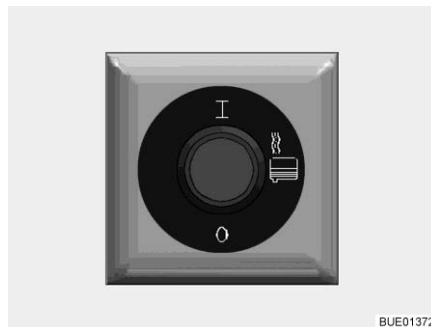

Bild 200 Brytare för avloppsvattenuppvärmning
- Slå på:** ■ Tryck upp på brytaren (Bild 200). Avloppsvattenuppvärmningen är påslagen och förhindrar frysning av de uppvärmda komponenterna.